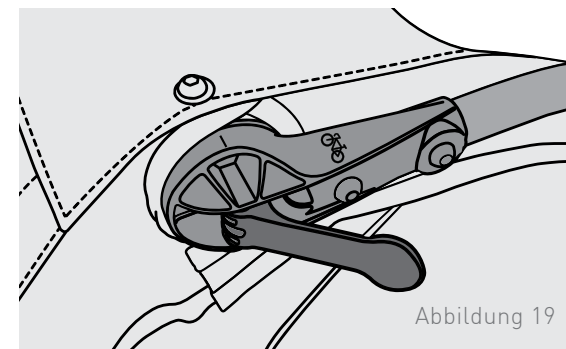

Abbildung 19
1. **Zugmodus:** Immer den Überrollbügel nach vorne drehen, wenn der Anhänger im Zugmodus ist (Abbildung 18A). Der Überrollbügel sollte horizontal und parallel zum Boden sein, so dass die Markierung am Lenker mit der Schraube übereinstimmt, mit der der Deckel befestigt wird (Abbildung 19)
2. **Schiebe-/Laufmodus:** Der Überrollbügel kann umgedreht und als Griffstange genutzt werden, wenn der Anhänger geschoben wird (Abbildung 18B). Ziehen Sie den Hebel, um die Griffstange zu drehen (Abbildung 19).